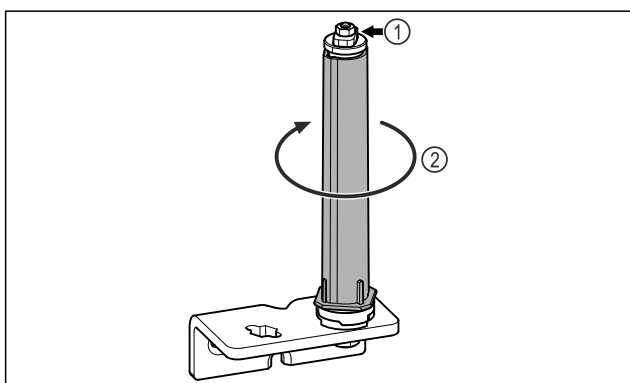

Fig. 18
- ▶ Ikke demonter dørlåsesystemet *Fig. 18 (1)*.
- ▶ Drei låsesystemet *Fig. 18 (2)*, til det klikker.